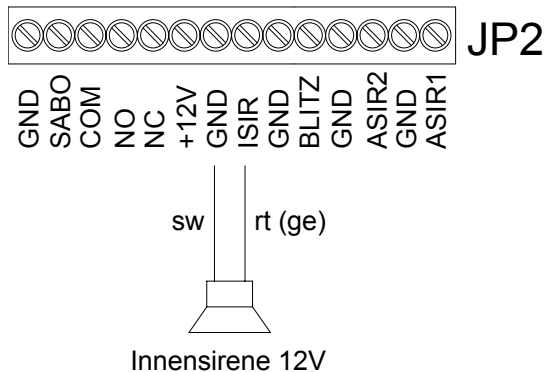

Bild 42: Anschluss der Innensirene an die Funk-Unterzentrale/VdS
6. Verdrahten Sie die Innensirene wie nachfolgend beschrieben (siehe hierzu auch Bild 42 und 43).